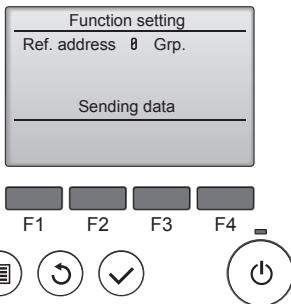

Fig. 6-15
⑤ (Fig. 6-15)
① Vaya al modo de selección de función